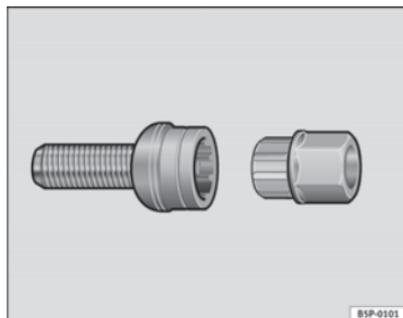

Fig. 130 Tornillo anti-robbo de la rueda
- Coloque el adaptador hasta el tope en el tornillo antirrobo de la rueda ⇒ fig. 130.